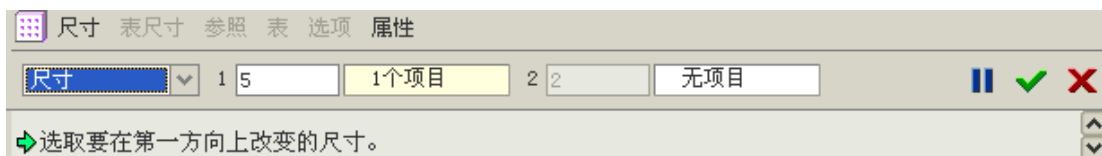

图 3-218
- (3) 在阵列特征操控板中输入阵列子特征数量为 5（包含原始特征），如图 3-218 所示。